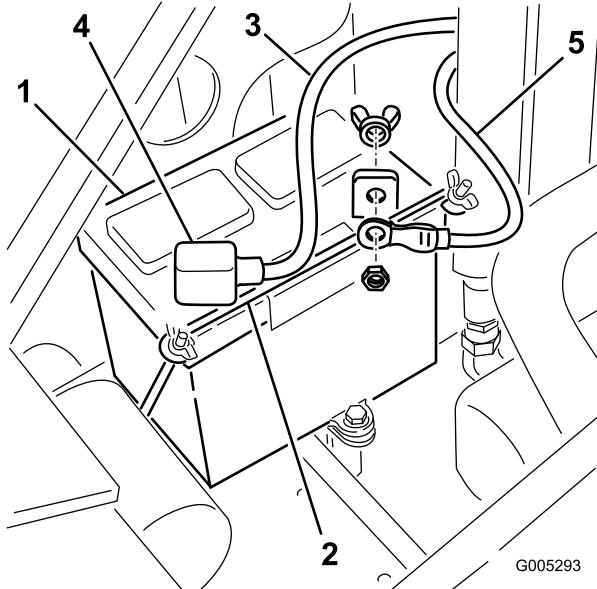

Figure 48
- Enlevez les écrous à oreilles et la barre de fixation de la batterie (Figure 48).
- Débranchez le câble négatif (noir) de mise à la masse de la borne de la batterie (Figure 48). Conservez les fixations.
- Débranchez le câble positif (rouge) de la borne de la batterie (Figure 48). Conservez les fixations.
1. En vous servant des fixations retirées précédemment, branchez le câble positif (rouge) de la batterie à la borne positive (+) (Figure 48).
3. En vous servant des fixations retirées précédemment, branchez le câble négatif (noir) à la borne négative (-) de la batterie (Figure 48).
4. Fixez la batterie à l'aide de la barre et des écrous à oreilles (Figure 48).